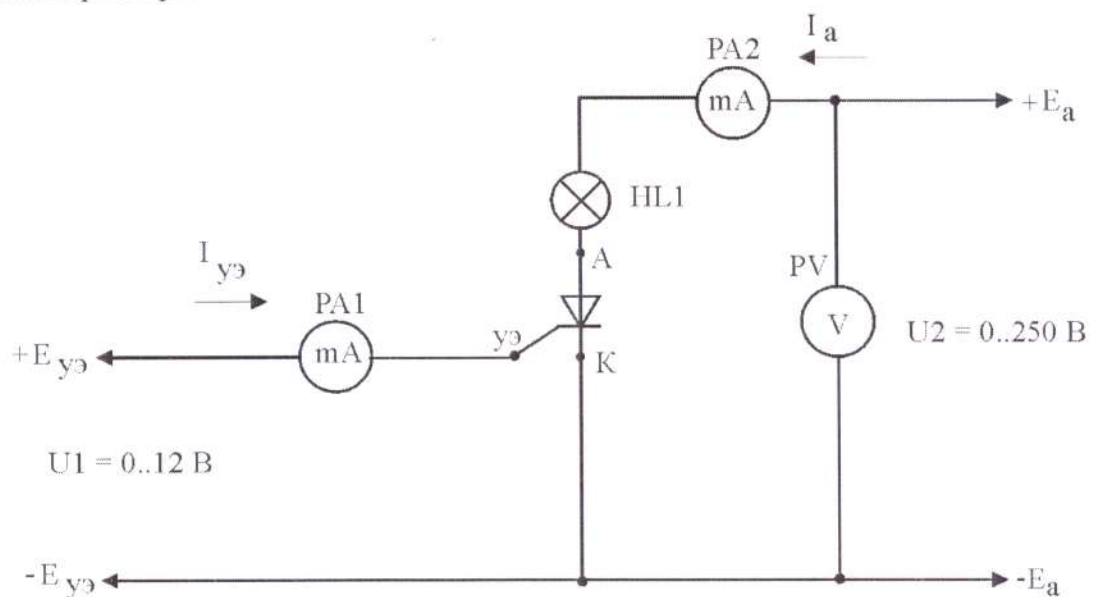

Рис. 4. Схема лабораторной установки для исследования тиристора
1. Схема для исследования тиристора (рис. 4).